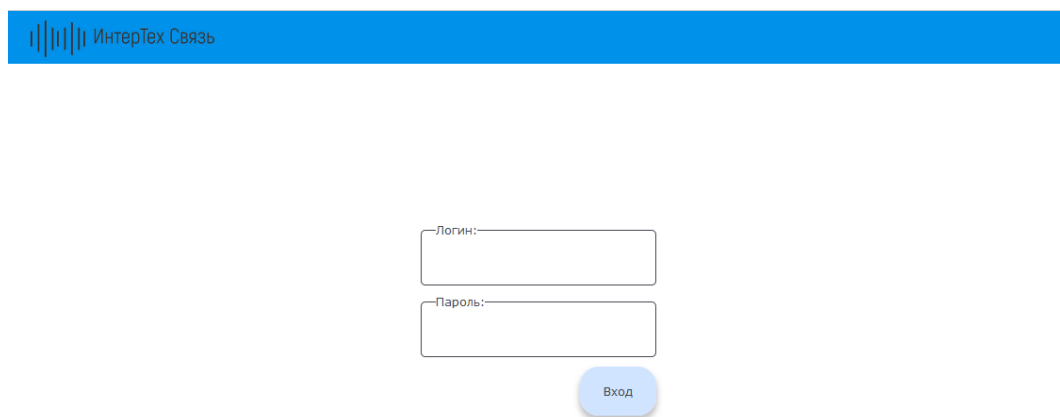

Рисунок 5 – Авторизация в веб-интерфейсе
– авторизоваться в веб-интерфейсе (рисунок 5): ввести логин *Admin* и пароль *Admin*.